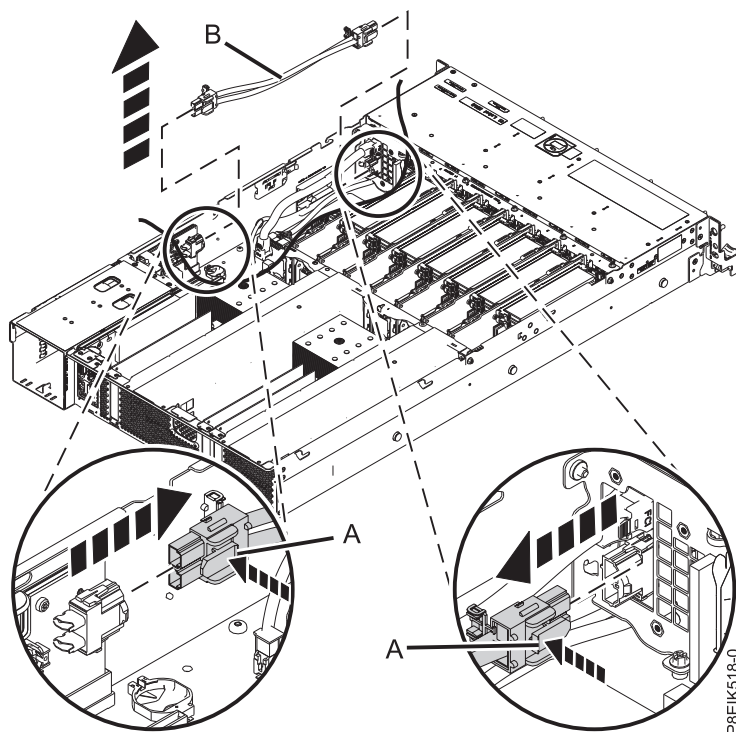

Figura 61. Extracción del cable de alimentación del ventilador del sistema
4. Sujete el extremo del conector del cable de alimentación del ventilador que está conectado a la tarjeta de expansión de alimentación. Consulte (A) en la Figura 61 en la página 53.